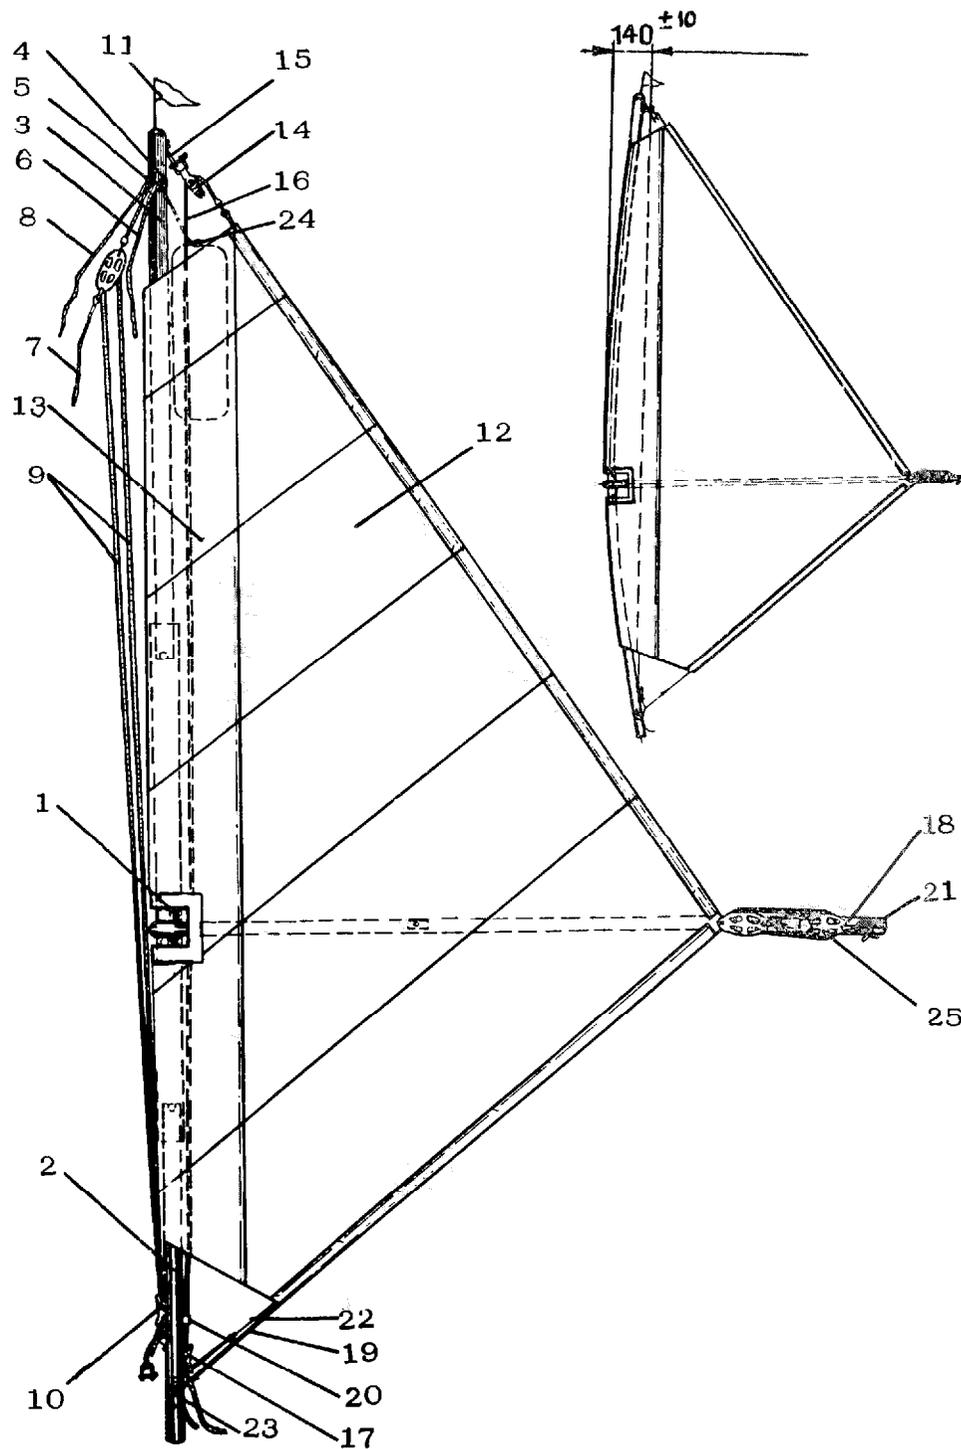

Рис. 5. Мачта с гротом и гиком.
Главный парус-грот 7 типа "Стриж" треугольной формы шит из специальной парусной ткани. Все углы усилены дополнительными накладками ткани. В передней части паруса имеется большой карман, которым парус одевается на мачту. Внутри задней и нижней шкаторин продеты стальные тросы. В верхней части кармана расположена надувная емкость 24 (рис. 5), препятствующая погружению мачты в воду в случае опрокидывания катамарана.
13. Сборка и установка мачты и настройка грота, рис. 5. Возьмите среднюю часть мачты 1 и состыкуйте ее с нижней 2 и верхней 3 частями. Достаньте грот 12 и расстелите его на ровной поверхности. Возьмите мачту и нижним концом (степсом) вставьте ее в передний карман 13 грота через фаловый верхний угол. Закрепите блок 14 подъема паруса на узле 15, расположенном на верхней части мачты, и зафиксируйте фал 16, выходящий из нижней части переднего кармана, на стопоре 20 и утке 17. Соберите гик 18. Для этого состыкуйте переднюю и заднюю части гика. Вставьте вилку гика в вырез на переднем кармане паруса с правой стороны. Прикрепите шкотовый угол паруса с находящимся
Разберите ванты на правую и левую и оденьте нижние кольца на узлы крепления вант, находящиеся на концах третьей поперечной балки. Установите мачту вертикально и закрепите штаг-путенс на узле, расположенном на переднем конце продольной балки. Фаловыми вставками 28 (рис. 2) на вантах и штаг-путенсом отрегулируйте вертикальность мачты в продольной и поперечных плоскостях и создайте натяжение вант, приложив к концу фаловой вставки усилие 25^{+5} кгс. Закрепите один блок гика-шкота 12 (рис. 2) на скобе 21 (рис. 5), а другой блок на скобе 15 (рис. 3, см. узел II рис. 2), расположенной на пятой поперечной балке. Свободный конец гика-шкота опустите в кокпит
14. Установка стакселя. Выньте стаксель и раскатайте его. Снимите один конец стаксель фала с находящейся на нем скобой с утки 10 (рис. 5) и закрепите верхний (фаловый угол) стакселя к этому концу при помощи скобы. Выбирая свободный конец стаксель фала, начинайте поднимать стаксель и закрепляйте его переднюю шкаторину к штагу 10 (рис. 2) при помощи раков 25. Стаксель поднимайте до упора. Подняв стаксель, закрепите стаксель фал на утке 10 (рис. 5), а свободный конец сматывайте в бухту. Закрепите нижний (галсовый) угол стакселя фалом 26 (рис. 2) к штаг-путенсу с натягом. Разберите стаксель шкоты на правый и левый и проденьте их через очко 26 на передних концах подлокотников и через стопора 27 (рис. 3). Завяжите на свободных концах простые узлы.